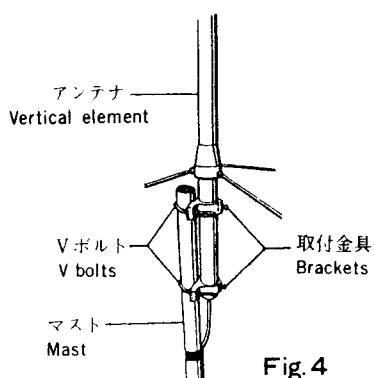

Fig. 4
⑤取付金具に付いているVボルトを利用してマストへしっかりと固定します。
5. Attach assembled antenna to mast With brackets and V bolts as shown in Fig. 4.